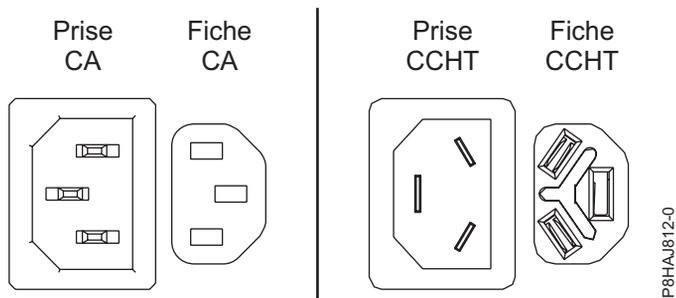
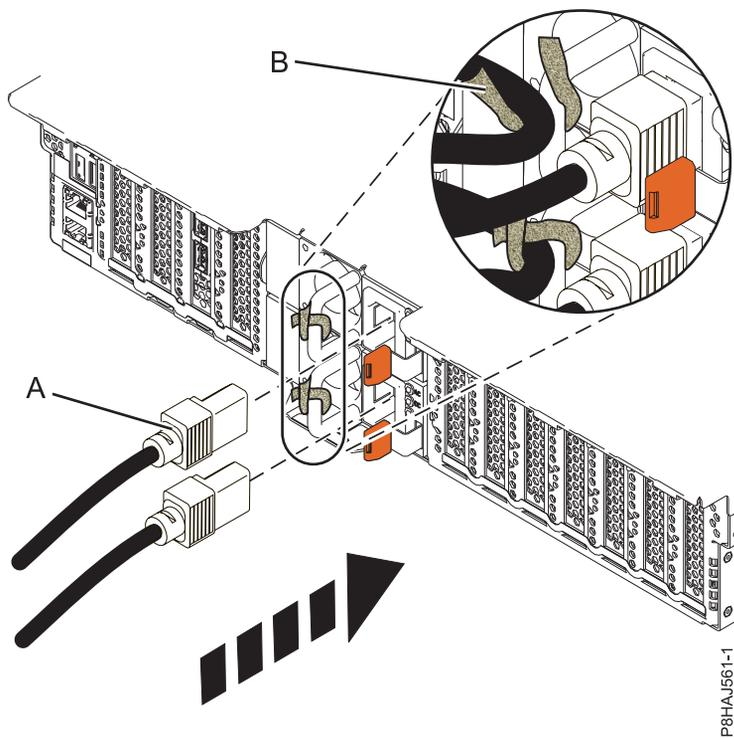
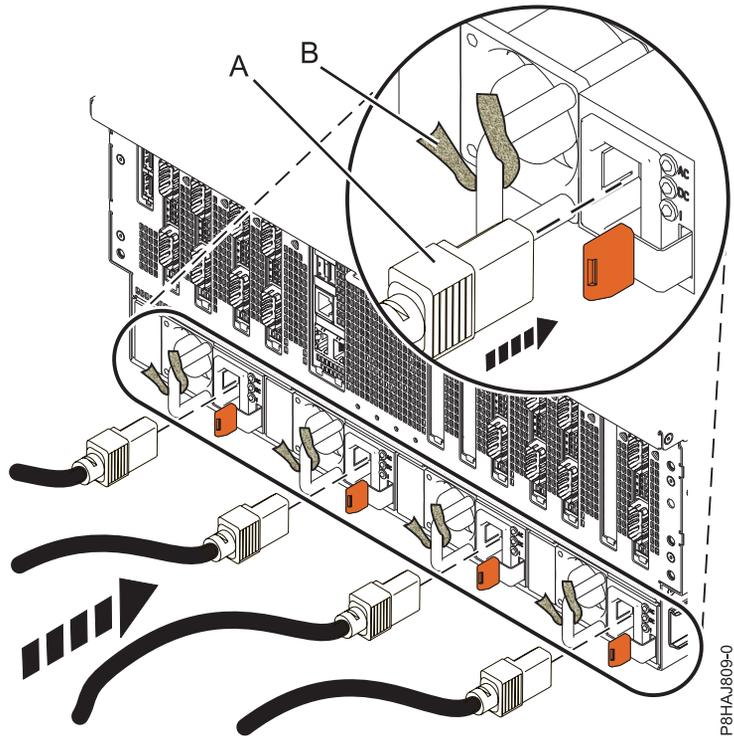

Figure 30. Connecteurs CA et CCHT
Figure 32. Connexion des cordons d'alimentation à un système 8247-21L, 8247-22L, ou 8284-22A
Figure 33. Connexion des cordons d'alimentation à un système 8408-E8E
2. Rebranchez les cordons d'alimentation (A) à l'unité centrale. Voir les figures figure 31, figure 32, à la page 58 ou figure 33, à la page 58 selon le type de votre système. La figure 30 illustre les connecteurs pour courant continu (AC) et pour courant continu haute tension (CCHT) pris en charge.